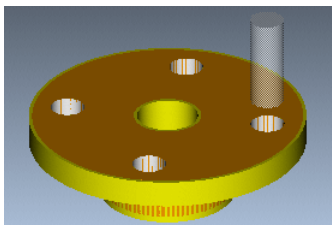

图 4.1.15 “NC 检测”动态仿真
Step1. 在“钻孔”操控板中，单击 按钮，系统弹出“VERICUT 7.1.5 by CGTECH”窗口，单击 按钮，运行结果如图 4.1.15 所示。